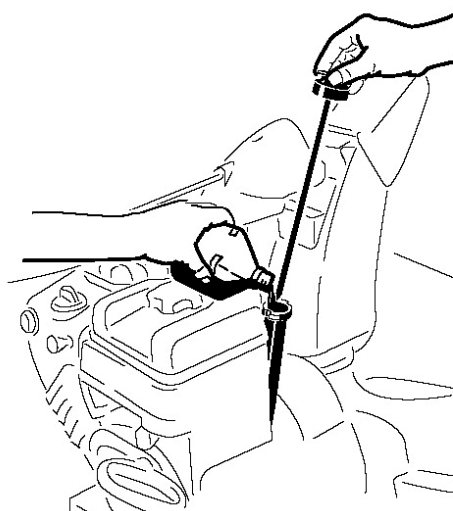

Рисунок 40.
2. Вытащите щуп и посмотрите уровень масла (рис. 40).